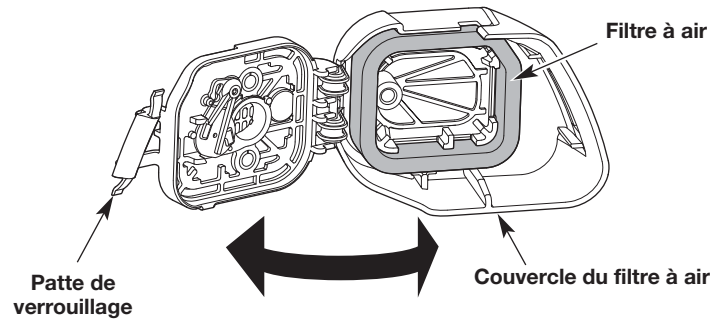

Fig. 17
1. Ouvrez le couvercle du filtre à air : appuyez sur la patte de verrouillage et faites basculer le couvercle du filtre vers la droite (Fig. 17).
2. Retirez le filtre à air de l'intérieur du couvercle du filtre (Fig. 17).
6. Réinstallez le filtre à air à l'intérieur du couvercle (Fig. 17).
7. Fermez le couvercle du filtre à air : basculez le couvercle du filtre vers la gauche et appuyez dessus jusqu'à ce que la patte de verrouillage s'enclenche en position fermée (Fig. 17).